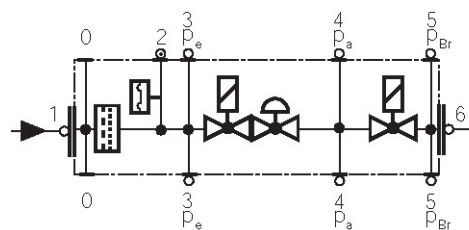

Fig. 36
- Cambiar el filtro cuando Δp entre las tomas de presión 1 y 3 sea > 10 mbar (Fig. 36).
- Cambiar el filtro cuando Δp entre las tomas de presión 1 y 3 (Fig. 36) sea dos veces mayor que el valor registrado durante el último control.